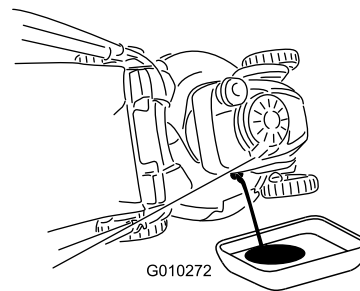

Figura 42
4. Ponga el cortacésped de lado (con el filtro de aire hacia arriba) para drenar el aceite usado a través del tubo de llenado de aceite (Figura 42).